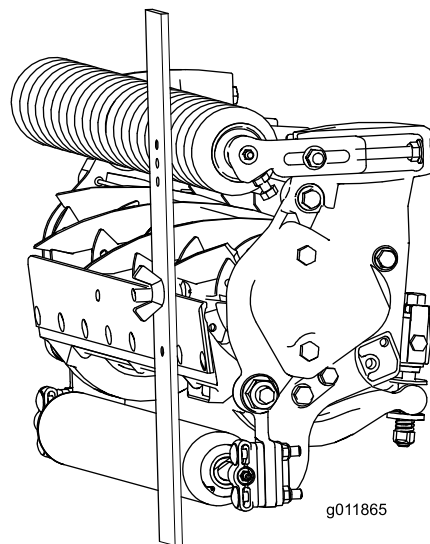

Figure 16
3. Accrochez la tête de la vis sur le bord tranchant de la contre-lame et appuyez l'arrière du gabarit contre le rouleau arrière (**Figure 16**).
4. Tournez la vis de réglage jusqu'à ce que le rouleau avant touche le gabarit (**Figure 16**). Réglez les deux extrémités du rouleau jusqu'à ce que celui-ci soit parfaitement parallèle à la contre-lame.